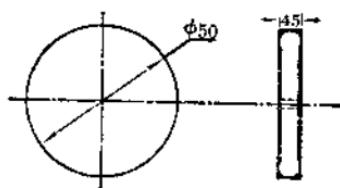

图 9
- i. 前轮: 用  $10 \times 50 \times 50$  [毫米]3 木板二块, 根据木板大小用圆规作圆锯下, 圆心处钻一小孔以备装轴。两只前轮可用刻刀按图 9 所示的侧视图, 把轮胎部分刻出(或粘上橡皮, 模拟轮胎)。